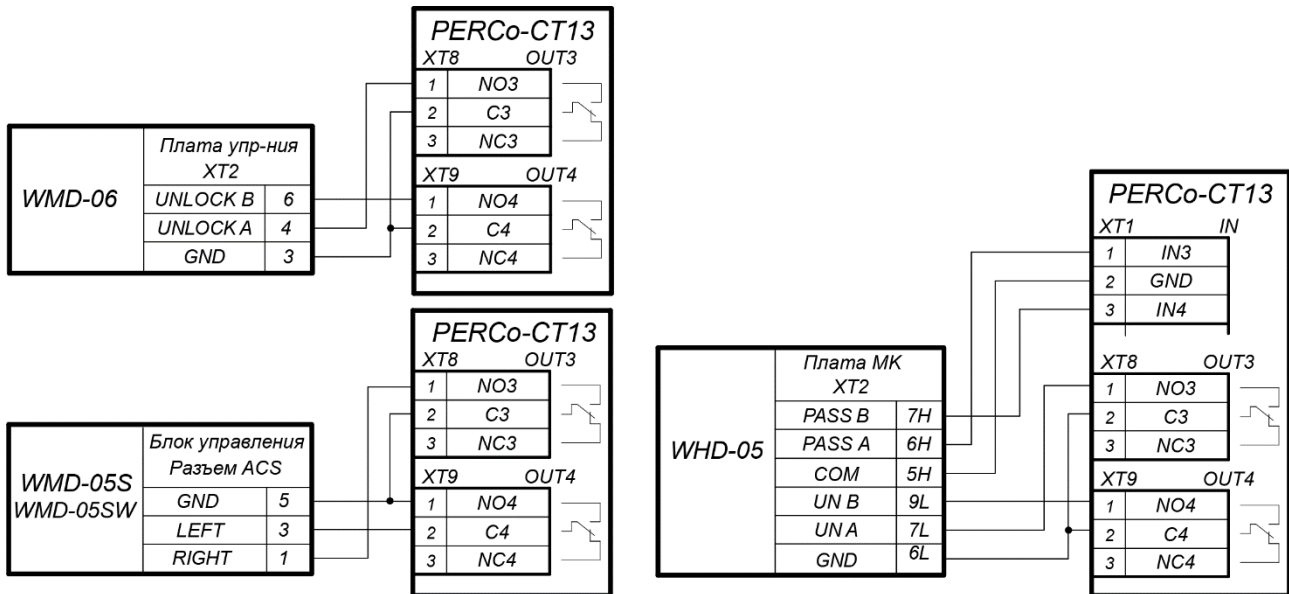

Рисунок 18. Схемы подключений калиток
2. Дополнительный турникет или калитка (ИУ №2) подключается к клеммным колодкам **XT1, XT8, XT9** нижней платы контроллера в соответствии со схемой для данного типа изделия (см. рис. 18, 17).